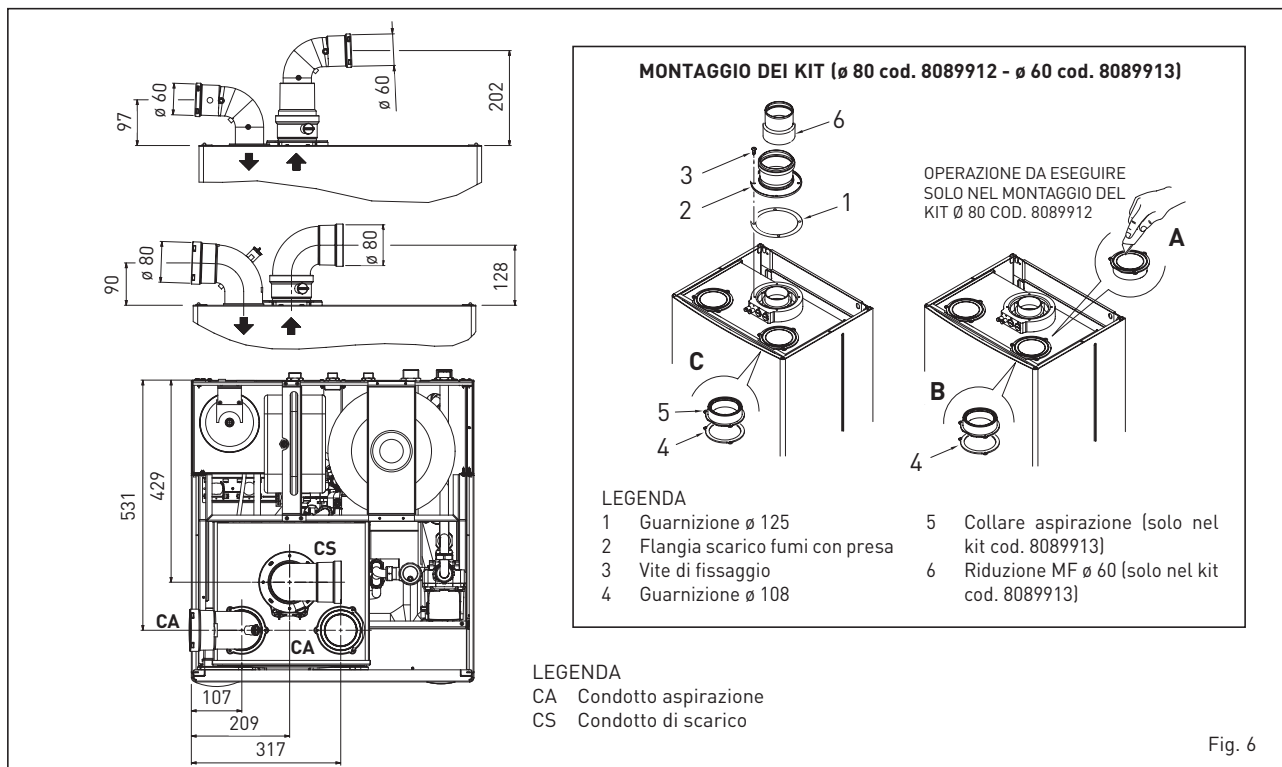

Fig. 6
2.6 INSTALLAZIONE CONDOTTI SEPARATI Ø 80 - Ø 60 (fig. 6 - fig. 7)
Il kit condotti separati consente di separare i condotti di scarico fumi e aspirazione aria (fig. 6):